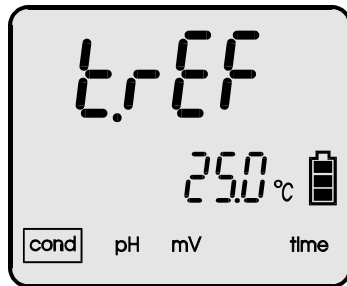

Imagen 21.
- Presione la tecla **MODE** dentro del modo de conductividad hasta que aparezca en la pantalla la temperatura de referencia actual. (imagen 21). Podrá ver el mensaje **trEF**.